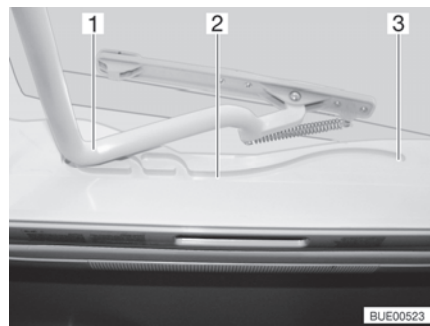

Fig. 20 Guida (oblò Heki)
- Tirare la staffa (Fig. 20,1) nelle guide (Fig. 20,2) fino alla posizione più all'indietro (Fig. 20,3).
- Spingere la staffa (Fig. 20,1) leggermente verso l'alto con ambedue le mani.
- Tirare la staffa nelle guide (Fig. 20,2) fino alla posizione desiderata.